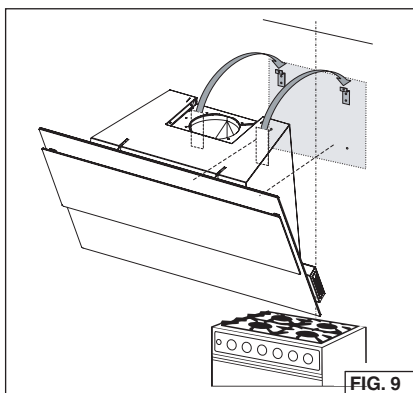

FIG. 9
4. Installez la hotte dans (2) supports de montage mural. Vérifiez que la hotte est parallèle au sol. Fig. 9.